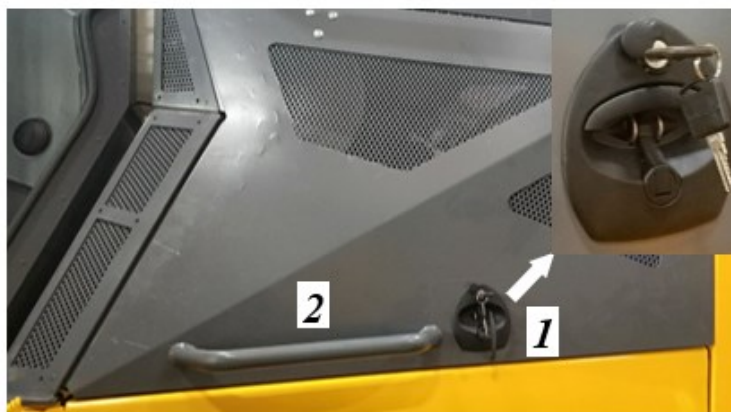

Рисунок 5.9. Открытие люка моторного отсека
- Открытие люка: потянуть ручку замка на себя, затем повернуть ее на 90° поз. 1, и открыть люк, потянув за ручку 2 по направлению вверх рис. 5.9.